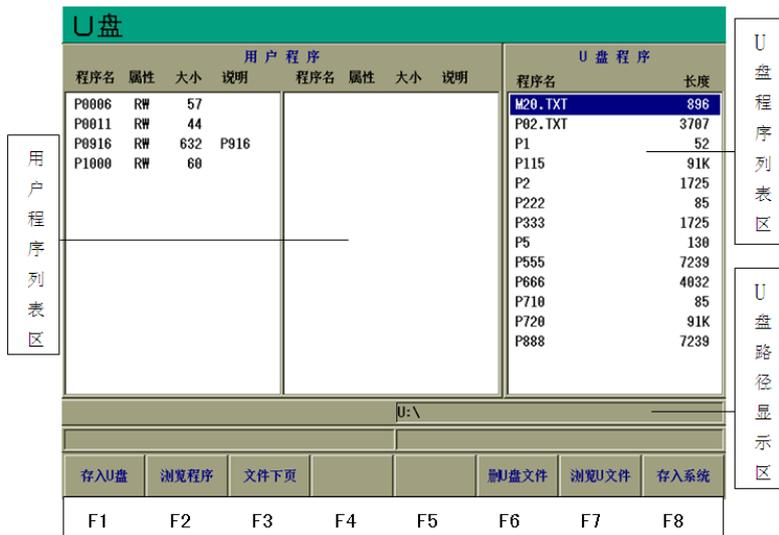

图 3.5 U 盘管理
- (1)打开U盘防护盖，插入U盘；
- (2)按【U盘】键，进入U盘管理界面；如图3.5所示：